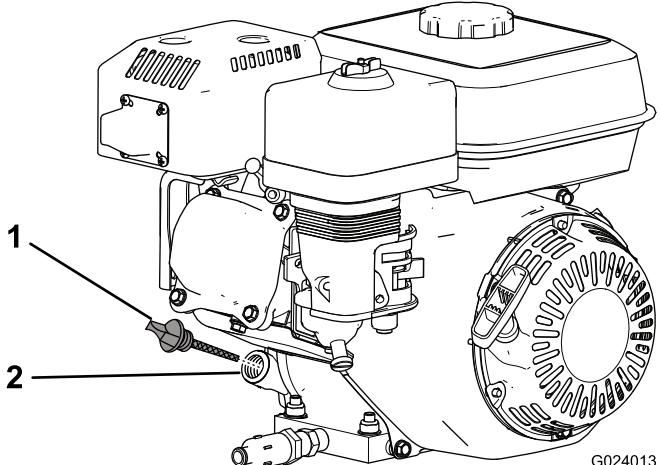

Bild 13
2. Stellen Sie den Motor ab, warten Sie, bis er abgekühlt ist, und reinigen Sie dann den Bereich um die Öleinfüllverschlusskappe bzw. den Peilstab (Bild 13).